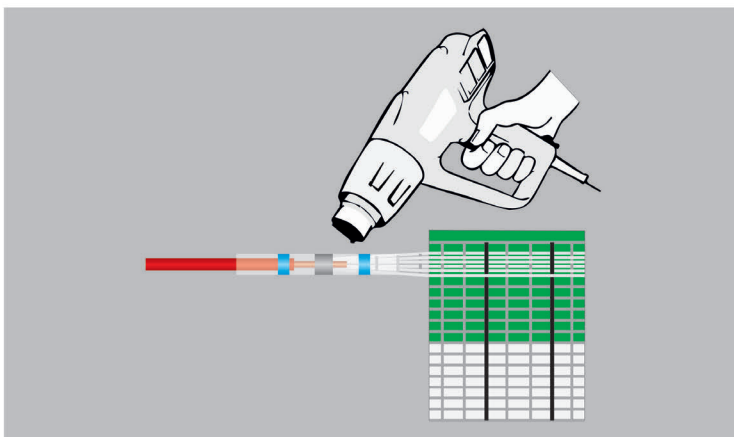

Рис. 11
**ВНИМАНИЕ!** Во избежание повреждения нагревательного полотна фен следует держать так, чтобы горячий воздух не был направлен на материал (см. рис.11).